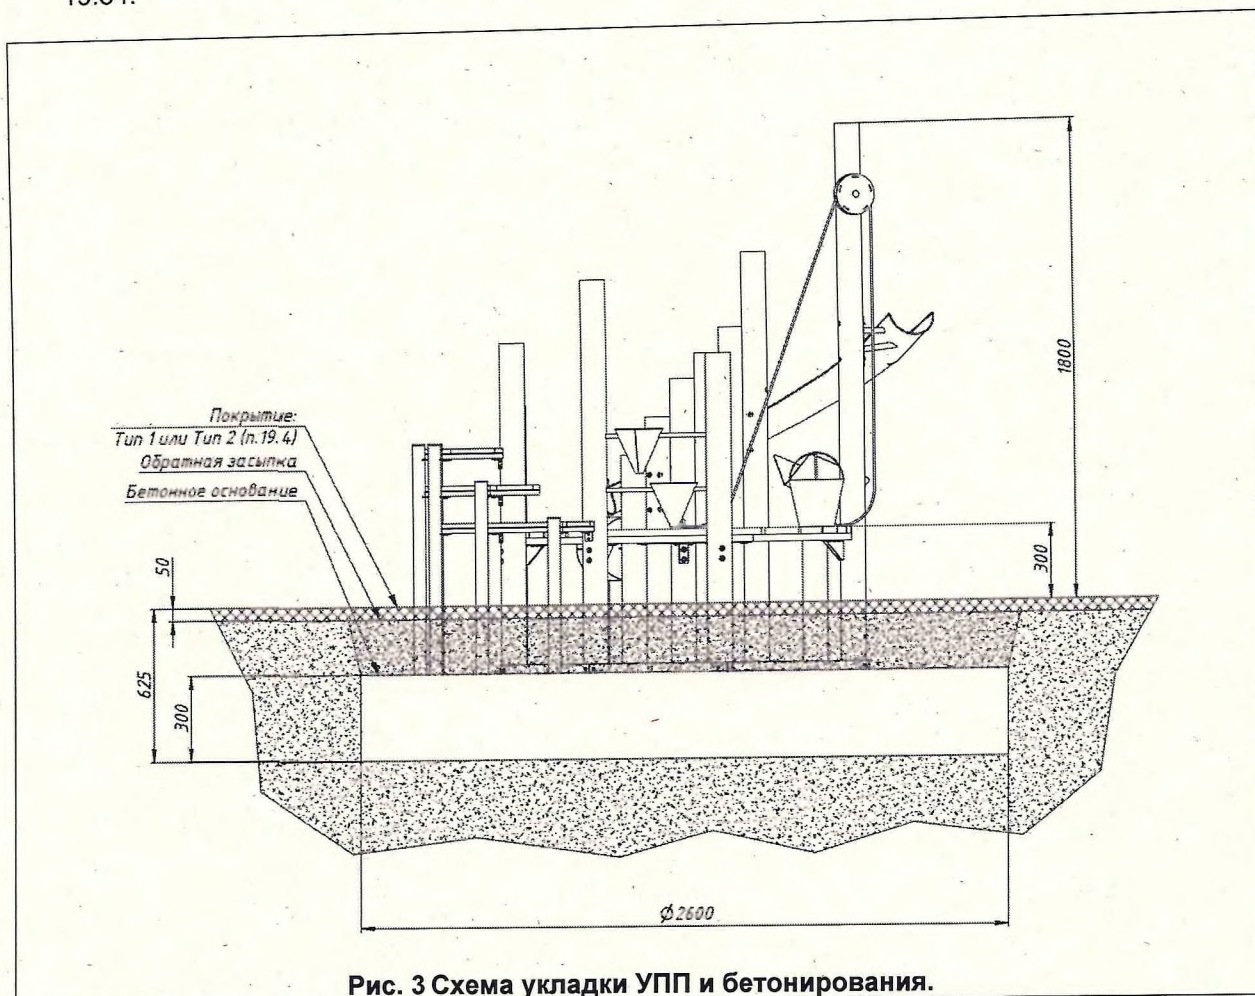

Рис. 3 Схема укладки УПП и бетонирования.
20.3. Укладка УПП производится согласно (Рис. 3). Толщина и тип УПП определяется согласно п. 19.34.
22.2. Снять верхний слой грунта по всей зоне приземления (Рис. 2) на глубину h (Рис. 3).
22.3. Вырыть яму под оборудование для последующей установки в соответствии с (Рис.3).
22.7. Залить бетон в яму (Рис.3).
22.8. Лунки и траншеи заполнить обратной засыпкой (Рис.3).